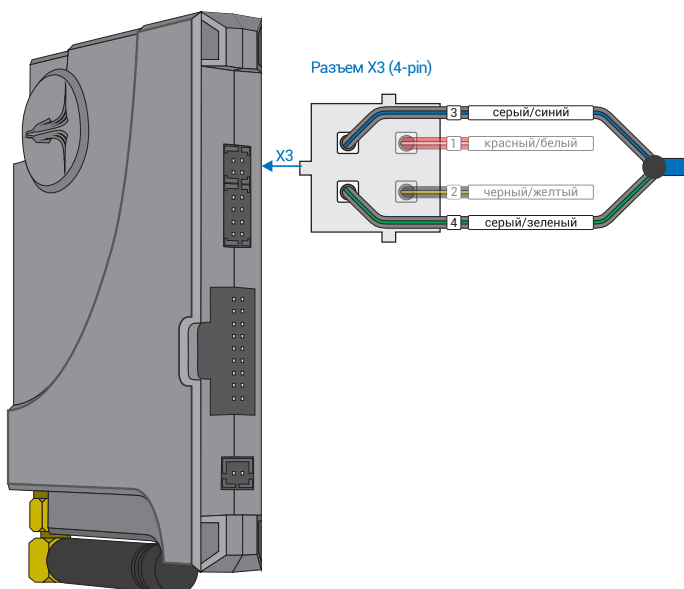
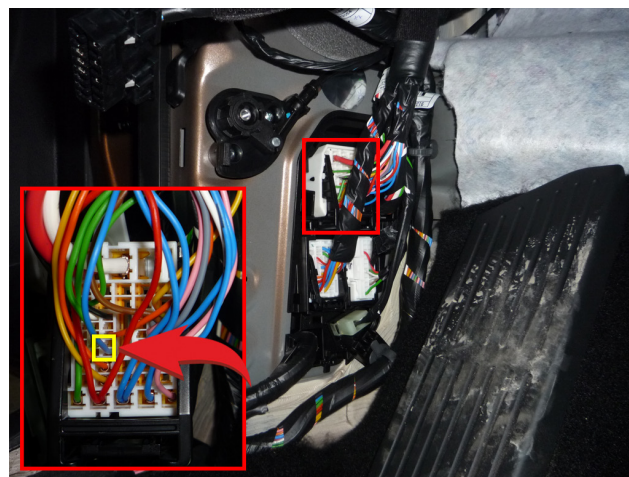

Рис.1 Призрак-8xx
Рис.2 Место подключения (синий провод)
3. Объедините между собой серый/синий провод (контакт №3) и серый/зеленый провод (контакт №4), находящиеся в разъеме X3 (см. рис.1). Подключите их к шине данных а/м: синий провод (контакт №19) за левой кик панелью в синем разъеме (см. рис. 2).